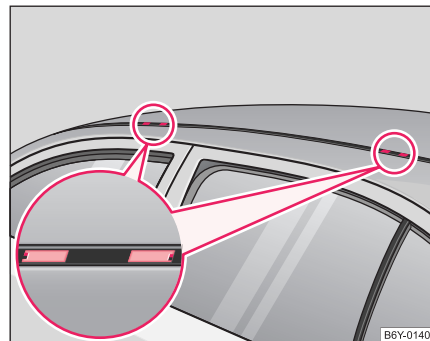

Fig. 62 Puntos de fijación para soportes básicos
- Retirar los capuchones de plástico ⇒ fig. 62 con cuidado mediante una herramienta auxiliar de plástico, a fin de que no se produzcan daños en la pintura.